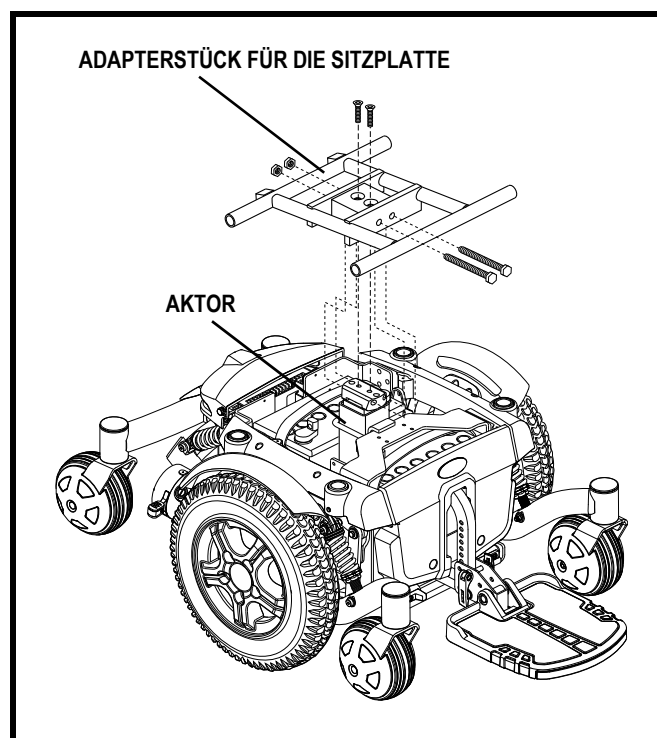

Abb. 14. Aktor eines elektrisch verstellbaren Sitzes
1. Das Adapterstück für die Sitzplatte auf den Aktor setzen. **Siehe Abbildung 14.**